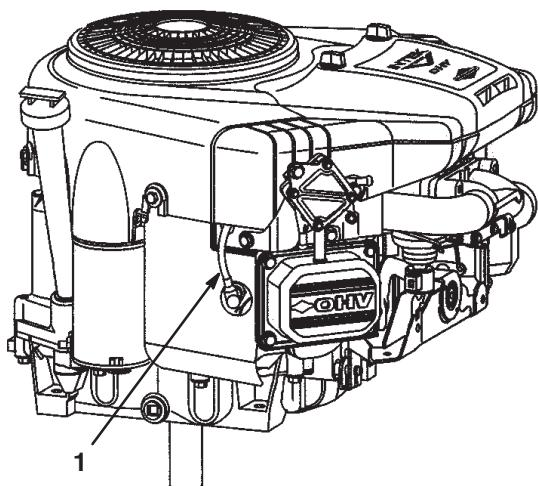

Bild 29
- Ziehen Sie den Zündkerzenstecker ab (Bild 29).
- Stecken Sie den Zündkerzenstecker wieder auf die Zündkerze auf (Bild 29).